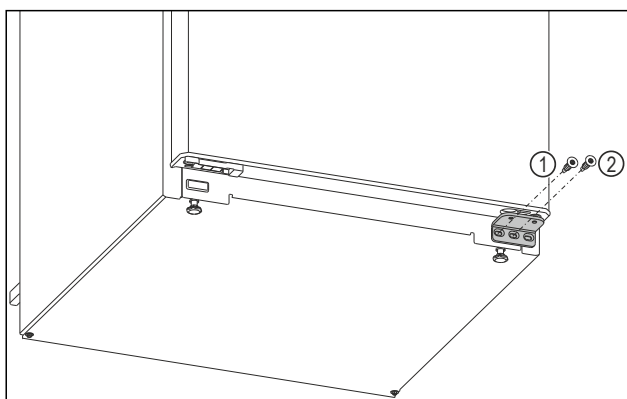

Fig. 6
- ▶ Am unteren Lagerbock die innere Schraube mit Schraubendreher Torx 20 herausdrehen. Fig. 6 (1)
- ▶ Am unteren Lagerbock die mittlere Schraube mit Schraubendreher Torx 20 herausdrehen. Fig. 6 (2)